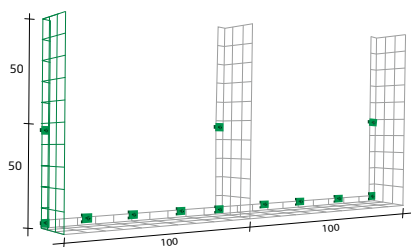

Abb. 2
- Die L-Winkel-Gittermatten sind in der Waagerechten in einem Abstand von 25 cm mit Schrauben, Dübeln oder Ankern zu montieren (siehe Abbildung 2).